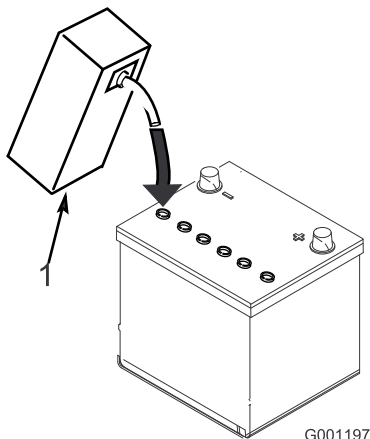

Figura 5
3. Riempite con cautela ciascun elemento di elettrolito finché le piastre non sono coperte con circa 6 mm di fluido (Figura 5).
4. Attendete circa 20 o 30 minuti perché le piastre assorbano l'elettrolito. All'occorrenza rabboccate finché l'elettrolito non è a circa 6 mm dalla base della tazza di riempimento (Figura 5).